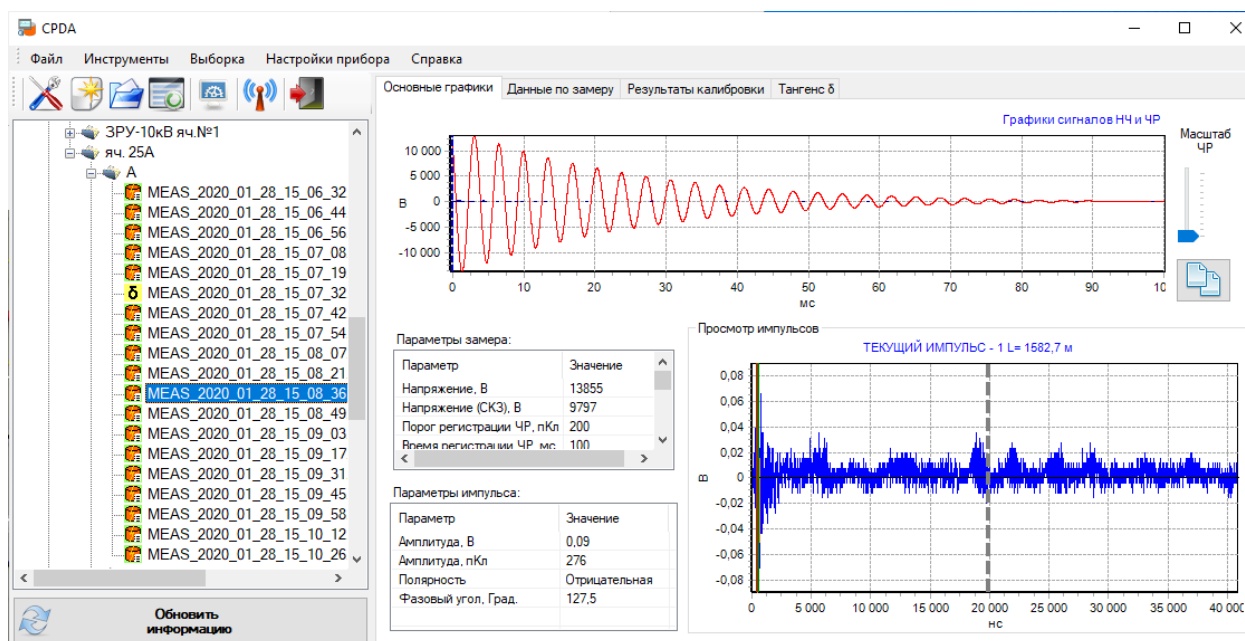

Рис. 9.2. Внешний вид окна ПО «CPDA».
9.3.3 Для идентификации внешнего ПО необходимо выбрать в меню на панели инструментов окна программы «CPDA»: «Справка» - «О программе» (рис. 9.2, 9.3).